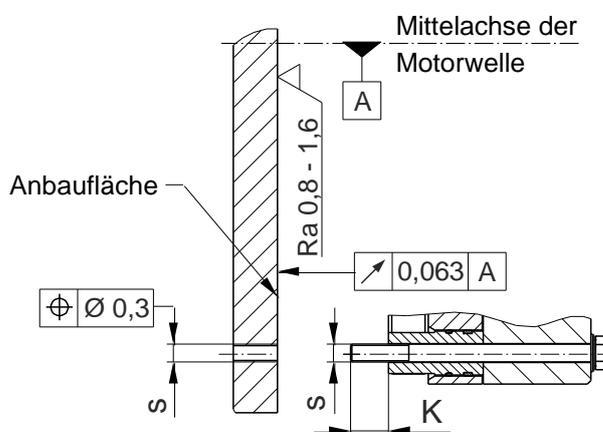

Bild 5
- ❑ Die Anbaumaße und die Anschraubgewinde s mit Tiefe $K + 2 \text{ mm}$ (K = Schraubenüberstand) gemäß Katalog, bzw. zugehöriger Zusammenstellungszeichnung müssen gegeben sein (Bild 5).